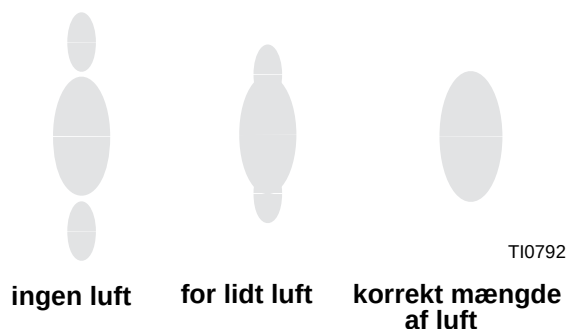

FIG. 11: Korrekt spredning
4. Slå forstøvningsluften til, og indstil lufttrykket til ca. 70 kPa (0,7 bar, 10 psi). Kontroller sprøjtemønstret, og juster dernæst lufttrykket, indtil bundfaldet er fuldstændigt forstøvet og trukket ind i sprøjtemønstret. Se FIG. 11. Lufttrykket til pistolen må ikke overstige 0,7 MPa (7 bar, 100 psi).